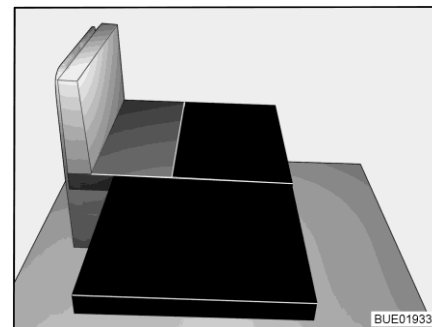

Fig. 64 Après la transformation
- Poser le grand coussin supplémentaire sur le support de coussin (voir Fig. 64).